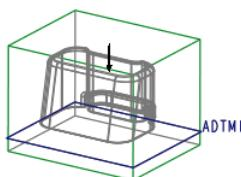
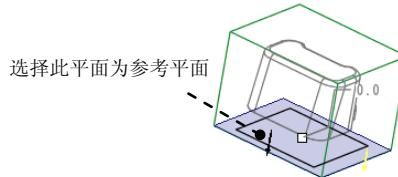

图 4.11 创建基准平面 ADTM1
图 4.12 选择参考平面
(2) 定义“束子”的拔模角度。
① 在“裙边曲面”对话框中双击 **Draft Angle (拔模角度)** 元素。
② 在系统 **输入拔模角值** 的提示下，输入拔模角度值 15，并按 **Enter** 键。
(3) 创建图 4.11 所示的基准平面 **ADTM1**，该基准平面将在下一步作为“束子”终止平面的参考平面。
① 单击 **分型面** 功能选项卡中 **基准** ▾ 区域的“创建基准平面”按钮 ，系统弹出“基准平面”对话框。
② 系统弹出“基准平面”对话框，选取图 4.12 所示的坯料表面为参考平面，然后输入偏移值 -15。
③ 单击“基准平面”对话框中的 **确定** 按钮。结果如图 4.11 所示。